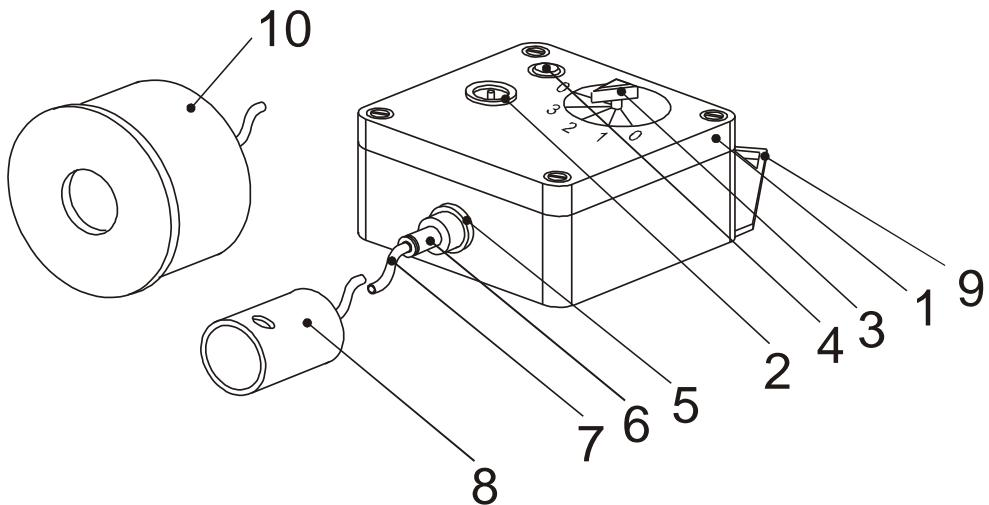

Рис. 1. Внешний вид генератора
1.4.1. Внешний вид генератора показан на рис. 1. На верхней крышке корпуса генератора 1 расположены разъем ЗАРЯДКА 2, переключатель режимов работы 3, светодиод включения и состояния блока аккумуляторов 4. На передней панели корпуса расположены гайка 5, закрепляющая фитинг 6 для присоединения фторопластовой трубы 7. Градуировочная насадка 8 предназначена для подачи смеси на вход прове-ляемого прибора. Для переноски генератора на задней панели установлен крепежный элемент 9. Фильтр-поглотитель 10 служит для поглощения хлора из смеси во время выхода генератора на режим и между использованием.
2.1.2. Перед использованием полностью зарядите блок аккумуляторов: переведите переключатель 3 режимов работы в положение 0 (выкл), выходной разъем зарядного устройства вставьте в разъем ЗАРЯДКА 2 (см. рис. 1). Подключите зарядное устройство к сети переменного тока 220 В, 50 Гц. Время первой зарядки составляет не менее 8 часов.
2.2.1. Поместите генератор в вытяжной шкаф или соедините фторопластовую трубку 7 с фильтром – поглотителем 10 (см. рис. 1).